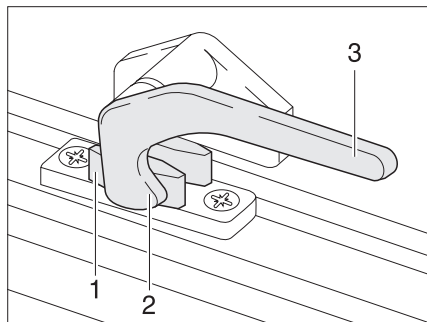
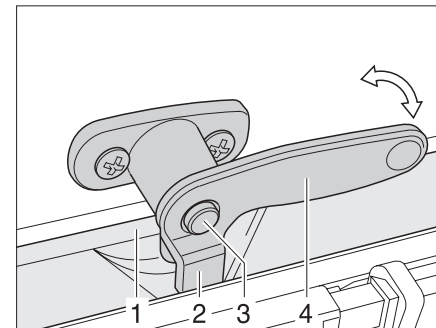

Fig. 18 Palanca de bloqueo en la posición de "cerrado"
Fig. 19 Palanca de bloqueo con botón de seguridad en posición "cerrado"
- ▶ Caso disponible, presionar y mantener presionado el botón de seguridad (Fig. 19,3).
- ▶ Girar la palanca de bloqueo (Fig. 18,3 ó Fig. 19,4) un cuarto de vuelta hacia la mitad de la ventana.
- ▶ Girar la palanca de bloqueo (Fig. 18,3 ó Fig. 19,4) un cuarto de vuelta hacia el marco de la ventana. El saliente de bloqueo (Fig. 18,2 ó Fig. 19,2) se encuentra en la cara interior del bloqueo de la ventana (Fig. 18,1 ó Fig. 19,1).
- En la posición "cerrada fijamente" (Fig. 18)